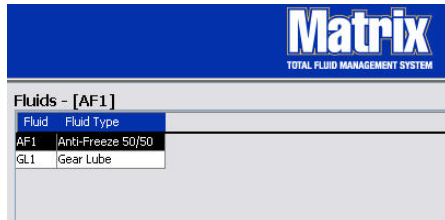

图 97
6. 若要修改派给流体的名称或派给名称的流体类型（图 97），突出显示主流体屏幕上列出的条目。